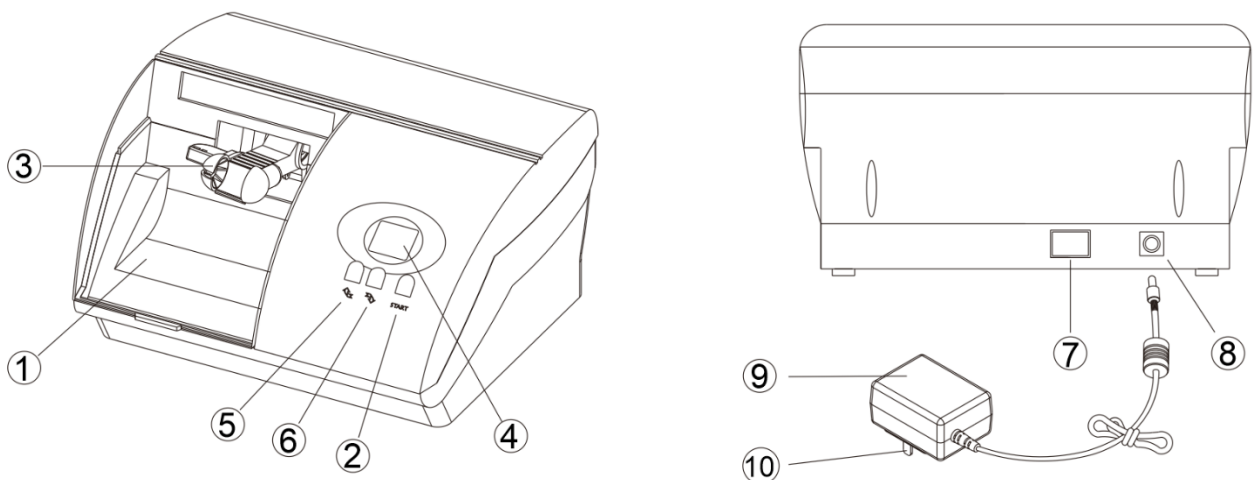

Рис. 1
- 1) Для включения прибора установите переключатель электропитания на задней стороне основного модуля в положение «—», как показано на рис. 1. При этом на экране отобразится предустановленное время работы (40 секунд).